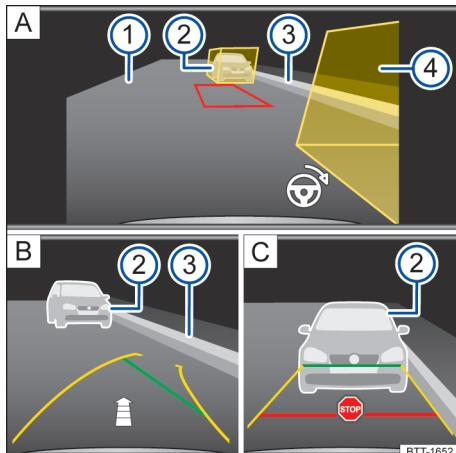

Fig. 129 Exibição no display no sistema Infotainment: câmera de marcha a ré.
Legenda para → Fig. 129:
- Posicionar o veículo a uma distância de aproximadamente um metro paralelamente à fila de estacionamento. Os boxes auxiliares amarelos devem cobrir os obstáculos → Fig. 129 [A] (2) ou (4). A área situada no meio deve estar livre de obstáculos.
- Engatar a marcha a ré. Uma borda vermelha representa a posição alvo do veículo → Fig. 129 [A].
→ Fig. 129 A. Manter o volante nesta posição durante a condução em marcha a ré.
→ Fig. 129 C. Uma seta → Fig. 129 B indica o percurso ainda a ser percorrido, conforme o número dos segmentos representados.